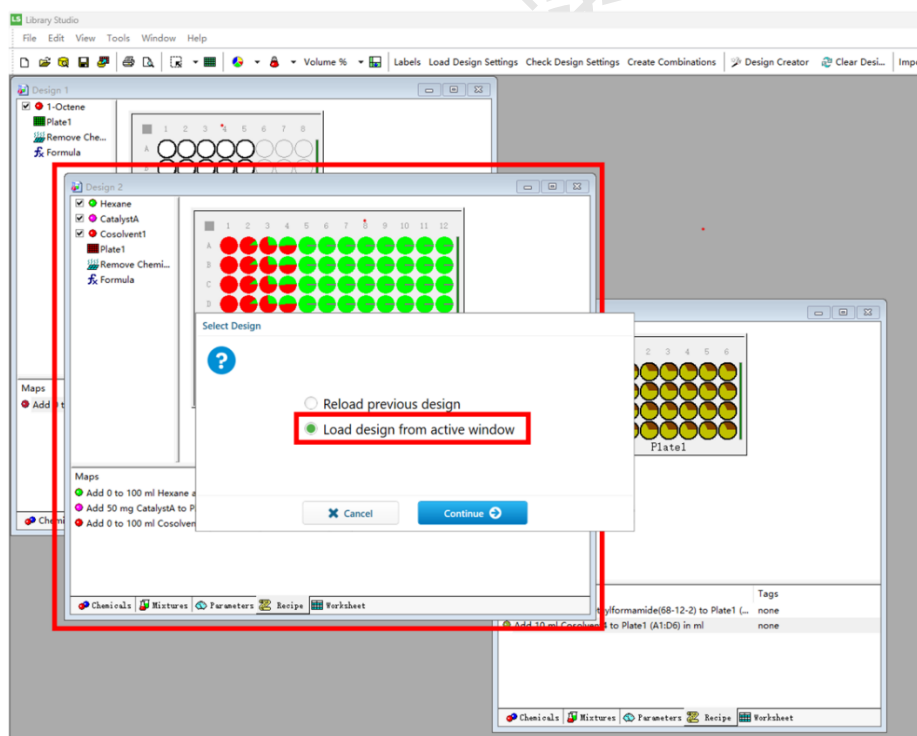

图 6-2-10
- 5) 进入 **Design Creator**: 确认无误后, 点击上方 Toolbar 中的 **Design Creator** 按钮, 会跳出 “Select Design” 窗口 (图 6-2-10), 选择 “Load design from active window” 进入下一步操作。若此时 Library Studio 软件中有多个 Design 窗口打开, 请务必确认接下来要使用编辑的窗口被选中并在最上层, 或者处于最大化状态 (如图 6-2-10 中的 Design 2), 再点击 **Design Creator** 按钮。